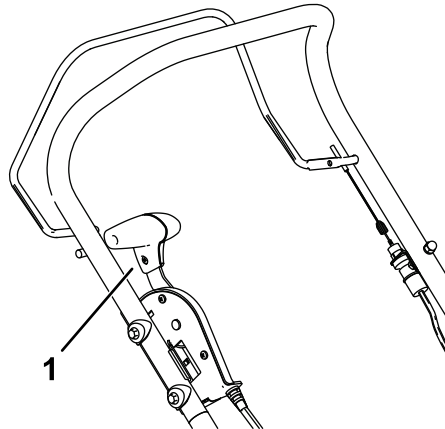

Bild 10
2. Bewegen Sie den Transporthebel ganz nach hinten in die Transportstellung (Bild 10).
5. Bewegen Sie den Transporthebel ganz nach hinten in die Transportstellung (Bild 10).
Um den Motor abzuschalten, lassen Sie die Schaltbügel los und bewegen Sie den Transporthebel ganz nach hinten in die Transportstellung (Bild 10).